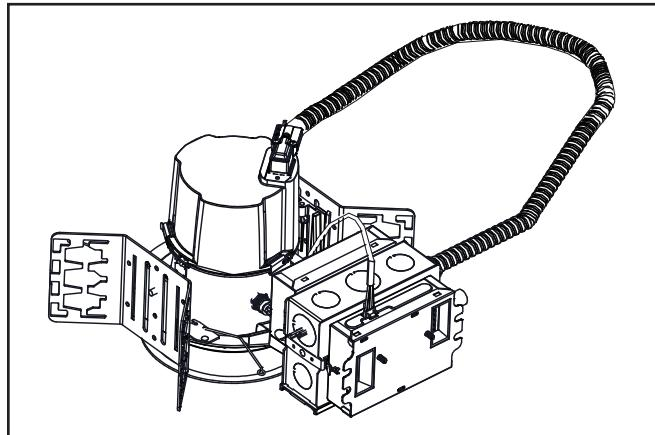
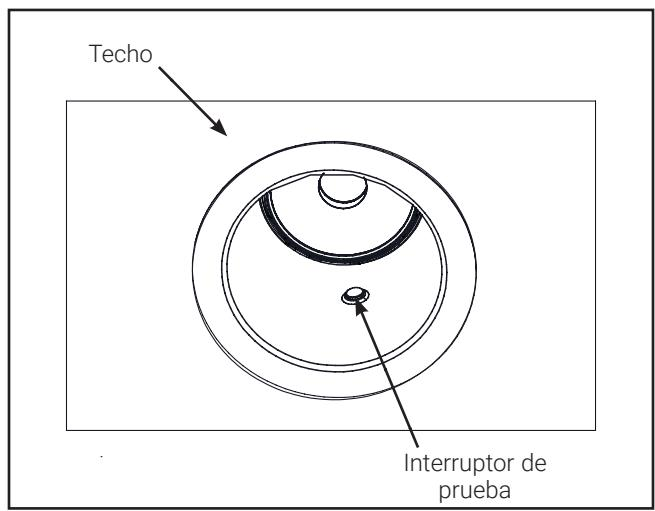

Figura 7.
Figura 8.
5. Instale la moldura y el módulo en la carcasa (Figura 7, Figura 8).